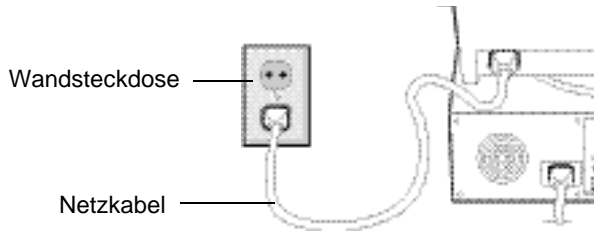

Abbildung C.1
- 4 Verbinden Sie das mitgelieferte Netzkabel auf einer Seite mit dem Monitor und auf der anderen Seite mit einer geerdeten Wandsteckdose in der Nähe des Monitor (Abbildung C.1).